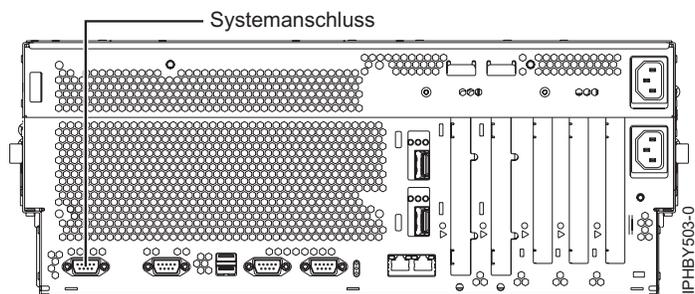

Abbildung 9. Anschluss für System 8233-E8B und 8236-E8C
2. Weitere Informationen finden Sie unter Abb. 9.